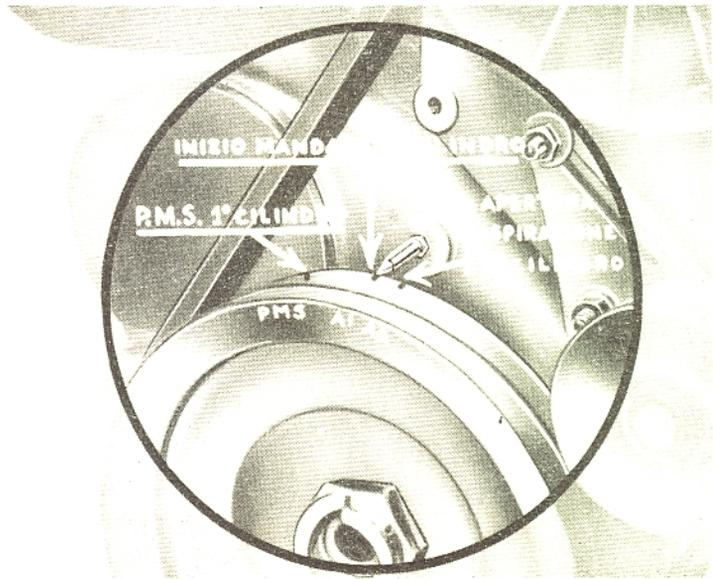

Fig. 12
L'esattezza dell'inizio della mandata si può verificare accertandosi che il riferimento "A1" inciso sulla puleggia dell'albero motore sia in corrispondenza dell'indice della scatola di distribuzione (Fig. 12).
- 6) dopo tali operazioni, si controlli, come precedentemente descritto, l'inizio mandata della pompa d'iniezione e l'inizio dell'apertura della valvola di aspirazione del 1° cilindro (con gioco normale) assicurandosi che il riferimento "AA" inciso sulla puleggia dell'albero a gomiti coincida con l'indice della scatola di distribuzione (Fig. 12).